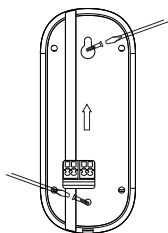

FIGURA 02
**02.** Fije la tapa trasera del interfón en la pared (asegúrese de que la superficie sea lisa y esté libre de polvo) y presiónela por aproximadamente 30 segundos, para fijarla (la figura 02).
Fije la tapa de encaje del interfón en la pared, como en la figura 02.